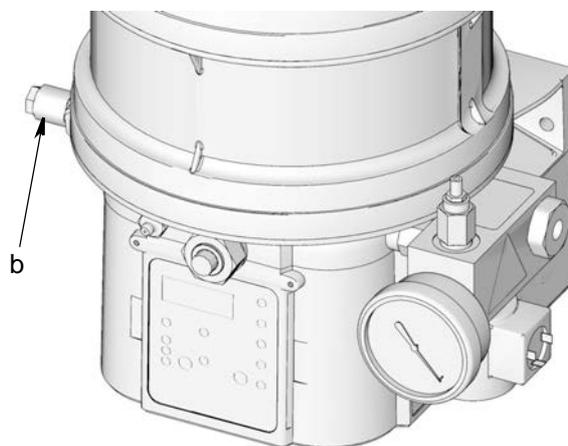
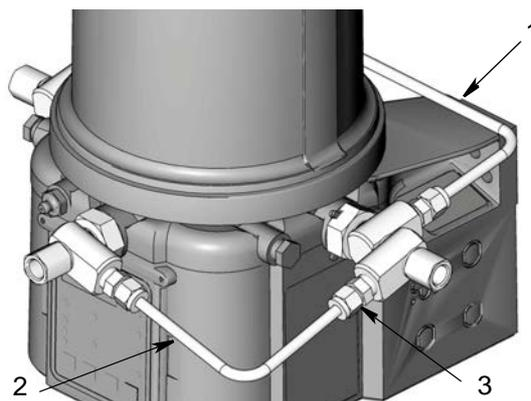

**ABB. 6**
ABB. 14
11. Die Rohrmuttern (3) mit der Hand sicher festziehen. Dann um eine weitere 1-1/4 Umdrehung festziehen.
12. Ziehen Sie die Hohlschrauben (6) an den einzelnen Positionen mit 45,7 N•m (35 ft. lb) fest.
13. Tragen Sie Gewindedichtmittel auf das Gewinde des Stopfens (10) auf. Setzen Sie den Stopfen auf den nicht benutzten Auslass (ABB. 6).
11. Installieren Sie das Rohr (1) (mit zwei Krümmungen) an der Rückseite zwischen dem Doppelringstück auf der rechten Seite der G3-Pumpe und dem Ringstück auf der linken Seite der G3-Pumpe (von vorne gesehen), wie in ABB. 14 gezeigt.
12. Installieren Sie das Rohr (2) (mit einer Krümmung) zwischen dem Doppelringstück auf der rechten Seite der G3-Pumpe und dem Ringstück auf der Vorderseite der G3-Pumpe (von vorne gesehen), wie in ABB. 14 gezeigt. Zum Anbringen dieses Rohres muss das Ringstück möglicherweise gelockert werden.
13. Die Rohrmuttern (3) mit der Hand sicher festziehen. Dann um eine weitere 1-1/4 Umdrehung festziehen.
15. Tragen Sie Gewindedichtmittel auf das Gewinde des Stopfens (10) auf. Setzen Sie Stopfen auf nicht benutzte Auslässe (ABB. 6).